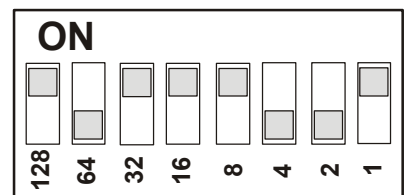

Figura 8: Un blocco di DIP switch posizionati per un valore di impostazione di 185
2. Portare gli switch numerati sulla posizione ON in modo che il totale dei numeri degli switch (in posizione ON) sia uguale al valore di impostazione desiderato. Iniziare dallo switch con il numero più elevato inferiore al valore di impostazione. (Ad esempio, se il valore di impostazione desiderato è 185, portare innanzitutto lo switch 128 sulla posizione ON. Portare quindi lo switch 32 su tale posizione, seguito dallo switch 16, dall'8 e dall'1 [128 + 32 + 16 + 8 + 1 = 185] [Figura 8]).